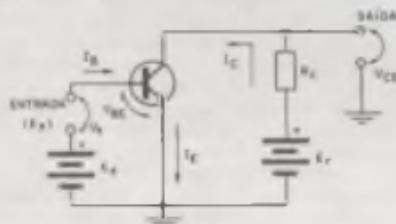
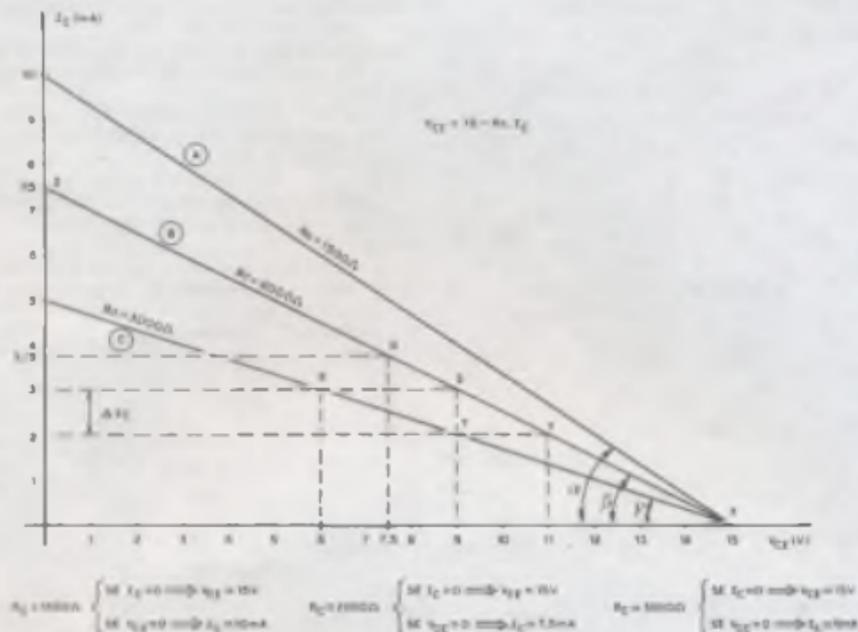
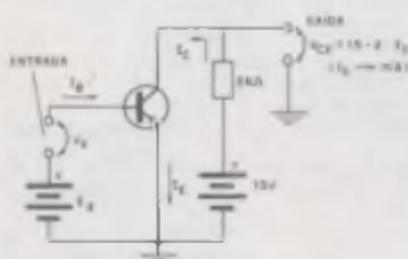
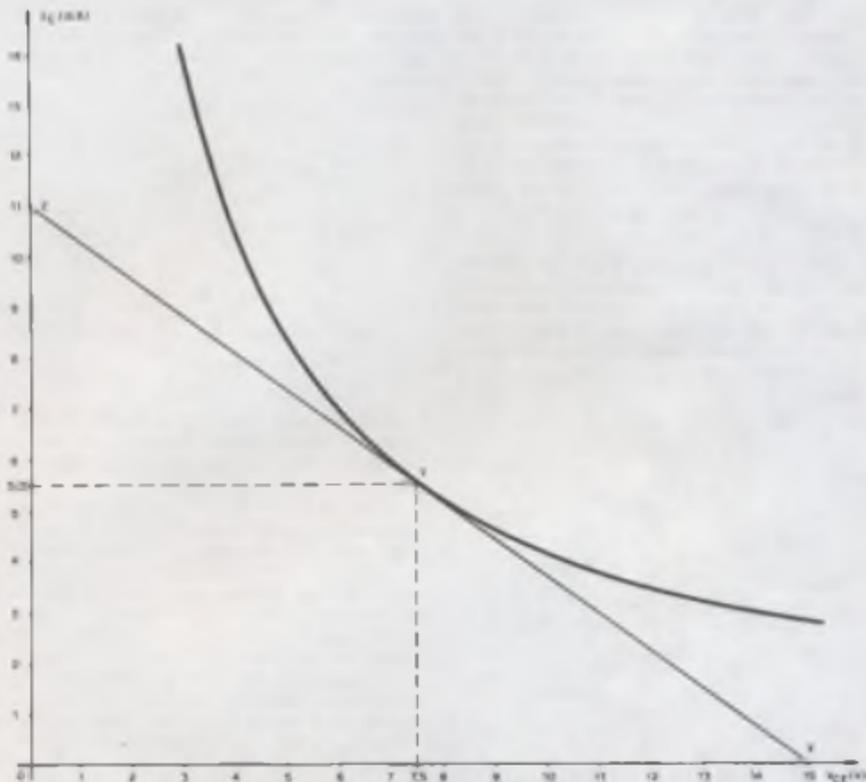

Figura 44
Figura 45
Figura 46
Figura 48
Como a resistência de carga define o ponto de trabalho (ponto quiescente) do transistor e, em consequência, o fator de amplificação do transistor, é por aqui que iniciaremos o nosso estudo, tomando por base o circuito de figura 44.
Vimos que a amplificação do transistor é obtida ao aplicar-se um pequeno sinal à entrada do circuito (figura 44) o qual produz acentuadas variações
Colocada uma determinada resistência de carga a um transistor, obteremos dois pontos limites de operação do transistor os quais definem uma reta, denominada reta de carga, em um gráfico cartesiano no  $I_C$  versus  $V_{CE}$  — que é uma reta "tê na cara" em virtude da equação 1 acima; há de se notar que a inclinação dessa reta depende da resistência de carga  $R_C$  como bem o mostra os gráficos da figura 45 para um determinado valor de tensão para  $E_r$ , supostamente fixo e igual a 15 volts.
Para compreender melhor o significado e a construção da reta de carga reportemo-nos ao circuito prático da figura 46; como todos os pontos
Um ponto de operação pode ser o que supõe o transistor não conduzindo (transistor no corte ou cortado) e portanto  $I_C = 0$ ; de acordo com a expressão de saída desse circuito (figura 46) temos:  $V_{CE} = 15 - 2 \times 0 = 15V$
e o primeiro ponto da reta de carga fica determinado pelo par (15, 0) – ponto X da figura 45.
$I_C$  e obter o correspondente valor de  $V_{CE}$ . Assim, supondo  $I_C = 2\text{ mA}$  temos,  $V_{CE} = 15 - 2 \times 2 = 11V$ . Com este segundo ponto de coordenadas (11; 2), que designaremos por Y, fica definida a reta de carga e ele poderá ser traçada tal como foi feito na figura 45, reta (B).
Além de obtenção dos pontos X e Y, que por si estabelecem a reta de carga, convém obter o ponto onde essa reta corta o eixo vertical – ponto Z da reta (B) da figura 45; as coordenadas deste último ponto são obtidas ao se fazer  $V_{CE} = 0$ , o que implica em  $0 = 15 - 2 \times I_C$  ou  $I_C = 7,5\text{ mA}$  (na prática apenas são obtidos os pontos X e Z para caracterizar a reta de carga do circuito).
O ponto Z (0, 7,5) indica que toda a tensão de alimentação, 15V, é absorvida pela resistência de carga  $R_c$  (é como se os terminais coletor e emissor do transistor estivessem em curto, ou seja, quando o transistor se encontra "super conduzindo" – transistor saturado); então para determinar o  $I_C$ , neste caso máximo, basta aplicar a lei de Ohm à resistência de carga tal qual foi feito acima e na figura 45.
Disso tudo concluímos que as características de corrente e tensão do circuito amplificador da figura 46 "dançam" ao longo da reta (B), limitada pelos pontos X e Z, de figura 45.
Ainda em relação à figura 45 extraímos as seguintes conclusões importantes:
- A amplificação de tensão cresce ao aumentar o valor de  $R_c$ , porque ao ter-se menor inclinação, com um valor fixo de variação para  $I_c$ , se obtém maior variação de  $V_{CE}$ ; assim, para  $\Delta I_c = 1 \text{ mA}$  ( $2 \text{ mA} < I_c < 3 \text{ mA}$ ) a reta (C) do gráfico ( $R_c = 3000 \Omega$ ) nos fornece  $\Delta V_{CE} = V_T - V_R = 9 - 6 = 3V$ , enquanto para a reta (B) ( $R_c = 2000 \Omega$ ) temos, para o mesmo valor de  $\Delta I_c$ ,  $\Delta V_{CE} = 11 - 9 = 2V$ ;
- A máxima corrente de coletor que pode circular pelo transistor é tão maior quanto menor for  $R_c$  como bem o mostra a figura 45: para  $R_c = 3000 \Omega \Rightarrow I_{c \text{ máx.}} = 5 \text{ mA}$ ; para  $R_c = 2000 \Omega \Rightarrow I_{c \text{ máx.}} = 7,5 \text{ mA}$  e assim por diante. Concluímos então que a amplificação de corrente é inversamente proporcional ao valor da resistência de carga.
- A potência a ser dissipada pelo transistor ( $V_{CE} \times I_c$ ) é tão maior quanto menor é  $R_c$ . Obs.: Ainda que tenhamos desenhado retas na figura 45, em realidade isso não ocorre, principalmente nos pontos de operação próximos aos limites dados pelos pontos X e Z, respectivamente transistor em corte e saturação — a região de maior linearidade é a central, é justamente por esse motivo que se necessita um pequeno valor de tensão capaz de polarizar constantemente a base do transistor para que, sem sinal de entrada, o ponto quiescente Q do mesmo se situe na região o mais central possível; este ponto de operação irá deslocar-se em sua volta, ao longo da reta de carga, quando se aplica um sinal de entrada para amplificar; na reta (B) da figura 45 marcamos o ponto quiescente para o circuito amplificador da figura 46:  $Q \rightarrow V_{CE} = 7,5V$  ( $15 - 2I_c$ ) e  $I_c = 3,75 \text{ mA}$  ( $7,5 = 15 - 2 \times I_c$ ).
Tendo em conta o exemplo precedente, no qual a alimentação do circuito é de 15 volts, conheça-se o ponto comum de todas as retas de carga (ponto X — figura 45 — com  $I_c = 0$  e  $V_{CE} = 15V$ ). Deste ponto partirão todas essas retas de carga correspondentes às resistências que se "pendurem" no coletor do transistor (figura 44), e como interessa conhecer a de menor valor, a reta que determina essa resistência será a que ocupar a posição mais vertical permitida, ou seja, a tangente à curva de máxima potência que parte do ponto comum X tal qual se ilustra na figura 48; o ponto de tangência Y ( $V_{CE} = 7,5V$  e  $I_c = 5,5 \text{ mA}$ ) entre a curva e a reta de carga, define a resistência mínima de carga cujo valor se obtém aplicando a lei de ohm. Para esse exemplo temos:  $R_c$  (mín.) =  $7,5V/5,5 \text{ mA} \cong 1,36 \text{ k}\Omega$  — qualquer outra carga de resistência menor que este valor irá danificar o transistor em
Sabemos que o ponto de repouso requer uma tensão constante no circuito de entrada no transistor; com essa tensão se obriga o transistor a trabalhar no ponto central da reta de carga e oscilar em torno dele quando a mencionada tensão cc se acrescentar o sinal que se quer amplificar. Pois bem, tendo em mente que o transistor necessita de elevada tensão de polarização reversa em seu coletor, a qual é limitada pela tensão máxima admissível indicada nas características do transistor assim como pelos valores usuais das fontes de alimentação que fornecem corrente ao circuito, podemos, a partir da elevada tensão de polarização reversa, obter a tensão  $\alpha$  constante para o circuito de entrada, poupando dessa forma a fonte  $E_D$  assinalada na figura 44 ou 47.